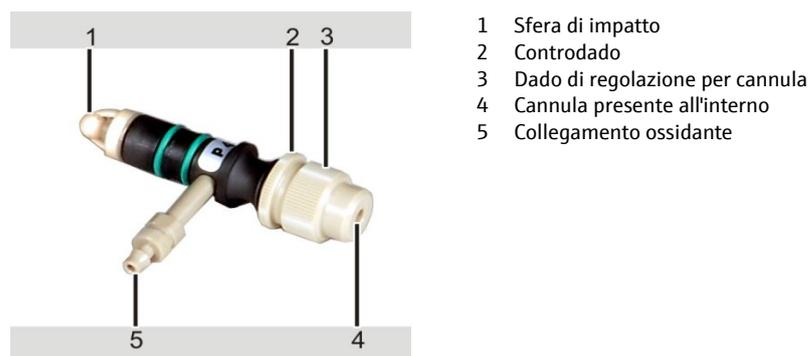

Fig. 58 Componenti singoli del nebulizzatore
1. Allentare i collegamenti a vite delle ganasce (2 in Fig. 58) e rimuovere le ganasce dal corpo del bruciatore.
4. Avvitare le ganasce sul corpo del bruciatore, i perni di guida (3 in Fig. 58) sulle ganasce assicurano la corretta posizione.